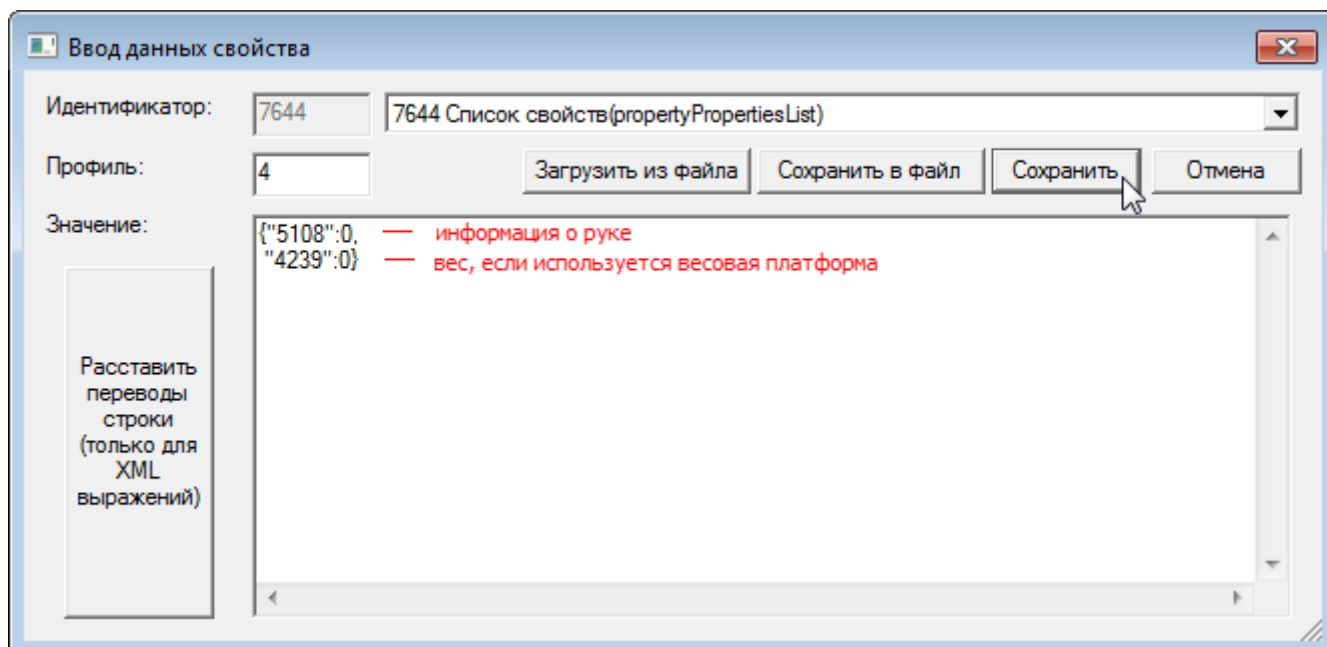

Рисунок 9.123 — Окно добавления свойства ITRIUM
4. В отобразившемся окне (рисунок 9.123):